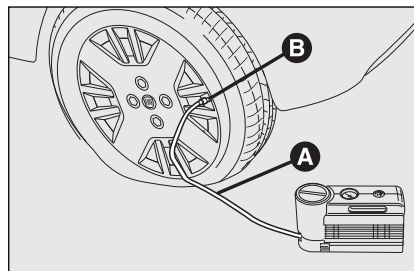

fig. 16
- ☐ **Trek de handrem aan.** Draai de ventieldop van de band los, neem de vulbuis **A-fig. 16** uit en draai de ring **B** op het ventiel van de band;